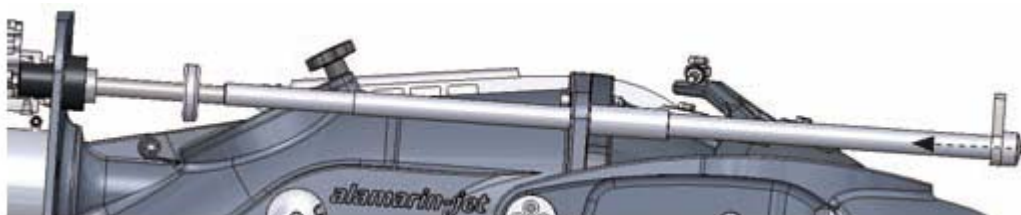

Figura 95. Montaggio dell'albero dello sterzo
1. Dall'esterno inserire l'albero dello sterzo attraverso il foro (figura 95).